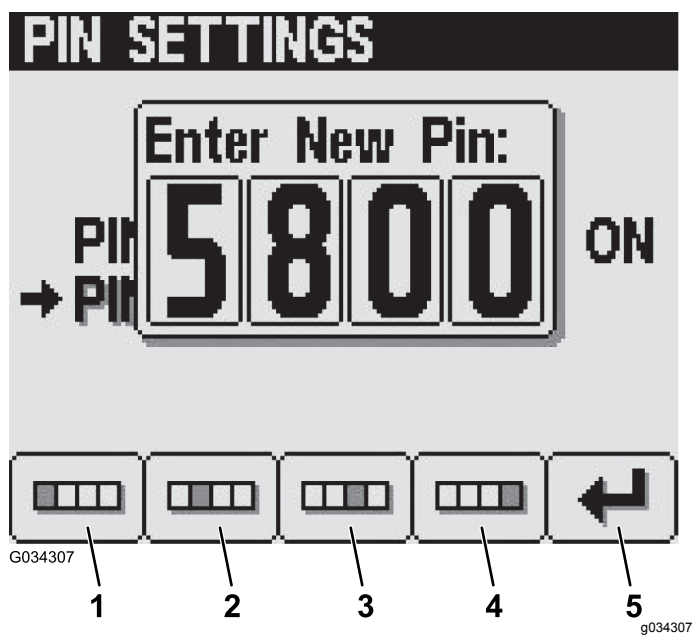

図 34
5. 新しいPIN を入力Enter New PIN という画面で、ボタン 14 を使って新しい 4けたの PIN を入力し、入力が完了したらボタン 5 で確定する 図 34。